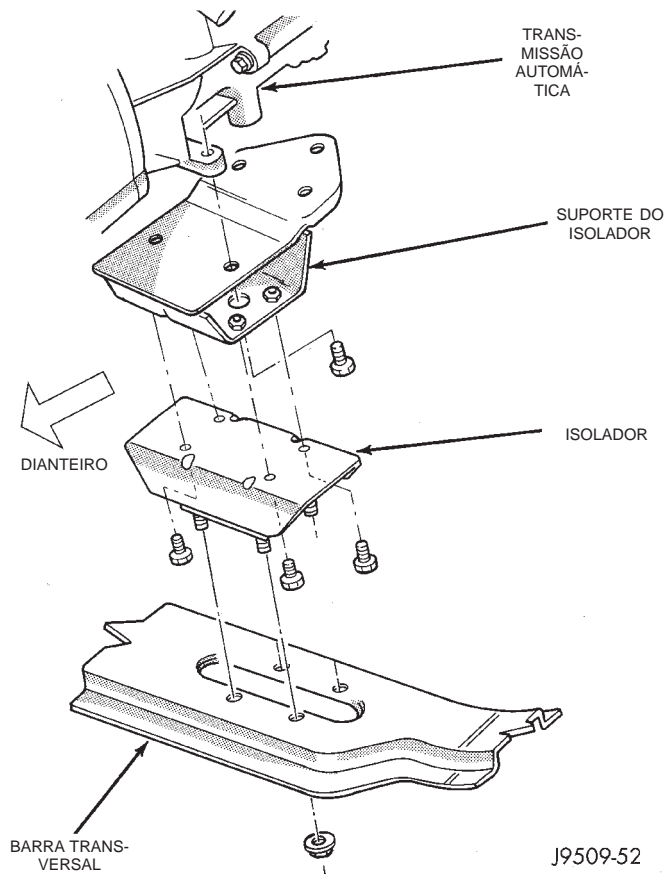

Fig. 21 Isolador Traseiro — Veículos 4WD (Tração nas 4 Rodas)
- (1) Desconectar o cabo negativo da bateria.
- (2) Levantar o veículo sobre um içador.
- (3) Sustentar a transmissão com um macaco de transmissão.
- (4) Remover as porcas do prisioneiro que prendem o isolador na barra transversal (Fig. 21).
- (5) Levantar LEVEMENTE a parte traseira da transmissão.
- (6) Remover os parafusos que prendem o isolador no suporte (Fig. 21). Remover o isolador.
- (1) Se o suporte do isolador foi removido, instalar o suporte na transmissão (Fig. 21). Apertar os parafusos com um torque de 28 N·m (250 pés-lb.).